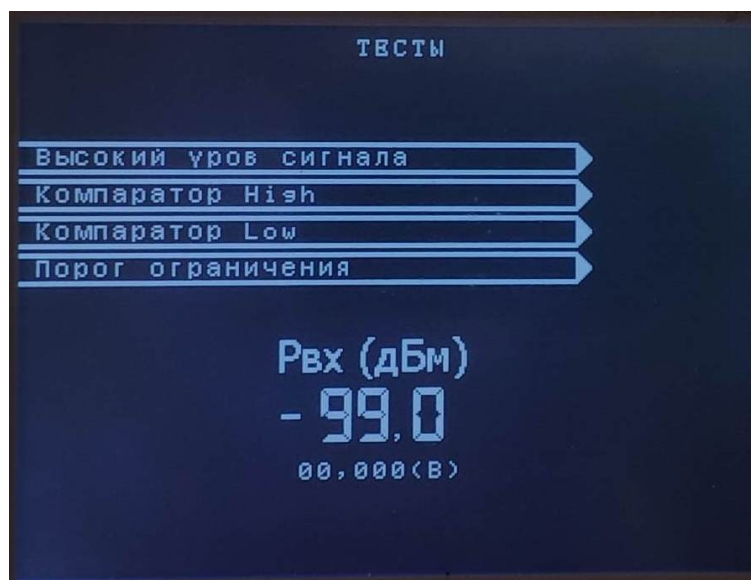

Рисунок 22 – Подраздел «Компараторы»
3.5. «Компараторы» - подраздел предназначен для проверки срабатываний компараторов. При снижении уровня сигнала на входе, ниже установленного порога срабатывания, загорается соответствующий сектор на дисплее (см. рисунок 22). , Дополнительно производится вывод текущего уровня сигнала на входе ЛФ.